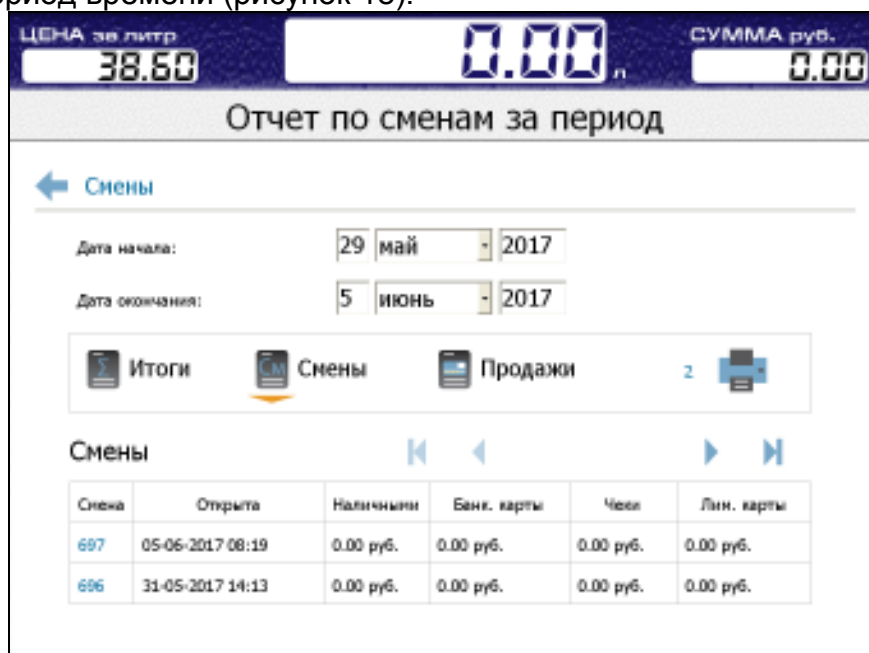

Рисунок 18
9.2.2 **Смены** – позволяет просмотреть итоги, сменные отчеты и продажи за настраиваемый период времени (рисунок 18).